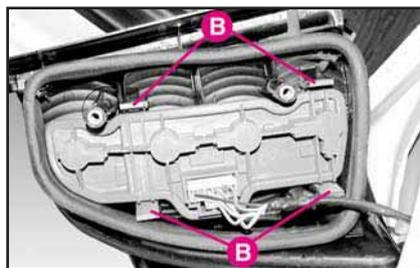

fig. 19
2) Rimuovere la copertura agendo sulle alette **B-fig. 19**.